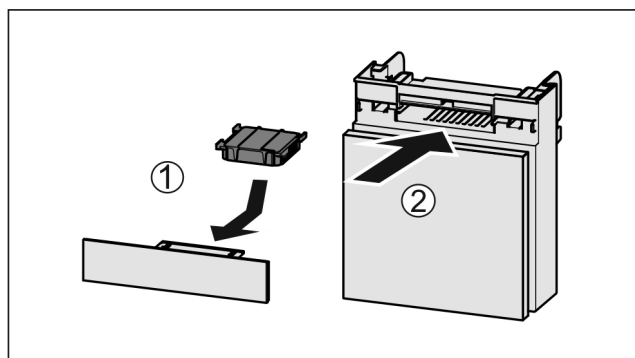

Fig. 234
- Insérer le filtre à charbon actif d'après le schéma Fig. 234 (1).
- Insérer le compartiment Fig. 234 (2).